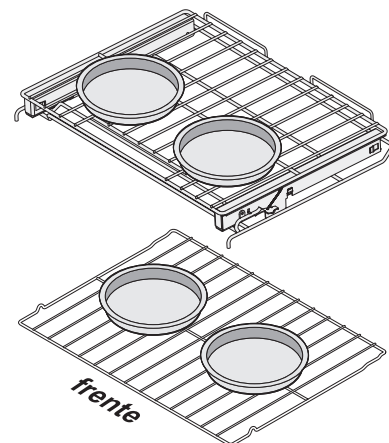

Figura 15: Separación de utensilios sugerida
- Cuando use dos parrillas del horno, coloque los utensilios como se muestra en la Figura 15. Deje por lo menos 2 pulgadas (5 cm) de espacio entre los utensilios para permitir la circulación adecuada de aire.